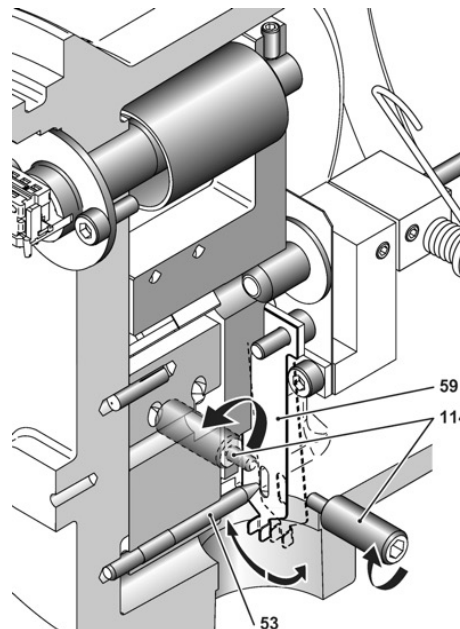

Figure 19
- a. Sur le côté droit de l'appareil, ouvrir le couvercle de visite (107) pour observer le fonctionnement du mécanisme de simulation. Ôter le bouchon de sécurité bleu (190) ainsi que les deux bouchons 1/8" NPT (115). Utiliser une clé Allen de 5 mm.
- b. Les références de niveau RÉF B et RÉF H seront obtenus par pression du doigt sur l'extrémité de la lamelle flexible (59) en direction du tube de torsion, jusqu'à être en appui sur les tétons des vis réglages (114). En maintenant la pression, faire glisser la lamelle flexible sur les tétons, à gauche ou à droite vers la butée à régler (figure 19).